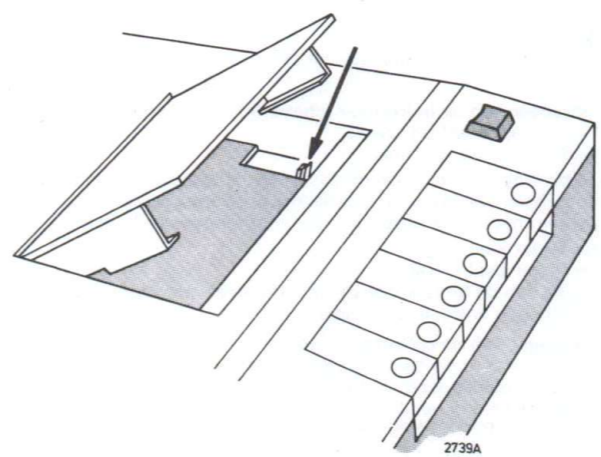

Fig. 13
- Wanneer het apparaat bij het in stand "pauze" schakelen spontaan uitschakelt, dan wordt vermoedelijk schakelaar SK6 niet kortgesloten. Instellen door de contacterven van SK6 te verbuigen. (Hiervoor behoeft het apparaat niet te worden uitgelast, zie fig.13).